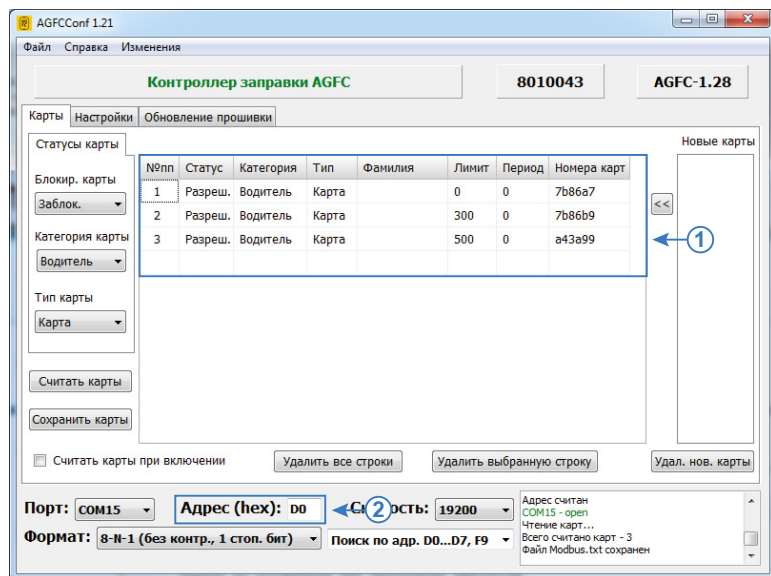

Рис.30. Формирование списка карт для передачи через сервер.
- выбрать Главное меню – Меню «Файл» – Сохранить команды Modbus (Рис.30). После этого программа создаст файл ModbusCommands.txt в папке, в которой расположена программа, и запишет в этот файл команды для удаленной настройки контроллера, в том числе и команды для записи списка карт;
- выбрать Главное меню – Меню «Файл» – Сохранить команды Modbus (Рис.30). После этого программа создаст файл ModbusCommands.txt в папке, в которой расположена программа, и запишет в этот файл команды для удаленной настройки контроллера со значениями, установленными в программе;